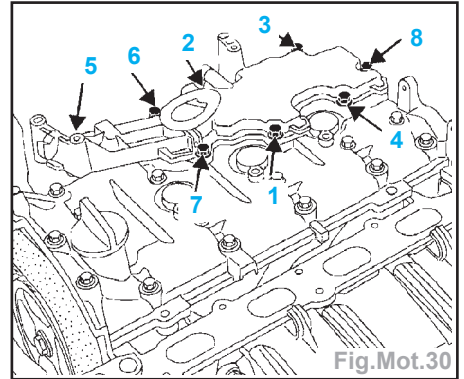

Fig.Mot.30
- les vis (1), (2), (3), (4), (5), (6), (7), (8), (9), (10), (11), (12) au couple de 1,2 daN.m,
- les vis (14), (15), (16), (17), (18), (19) au couple de serrage de 1,2 daN.m,
- les vis (21), (22), (23), (24) au couple de serrage 1,2 daN.m.
- Desserrer les vis de fixation (22), (23), (20), (13) du couvre-culasse.
- Reserrer dans l'ordre les vis (22), (23), (20), (13) de fixation du couvre-culasse au couple de serrage de 1,2 daN.m.
- Reposer le décanteur d'huile et le serrer dans l'ordre à 1,2 daN.m (Fig.Mot.30).